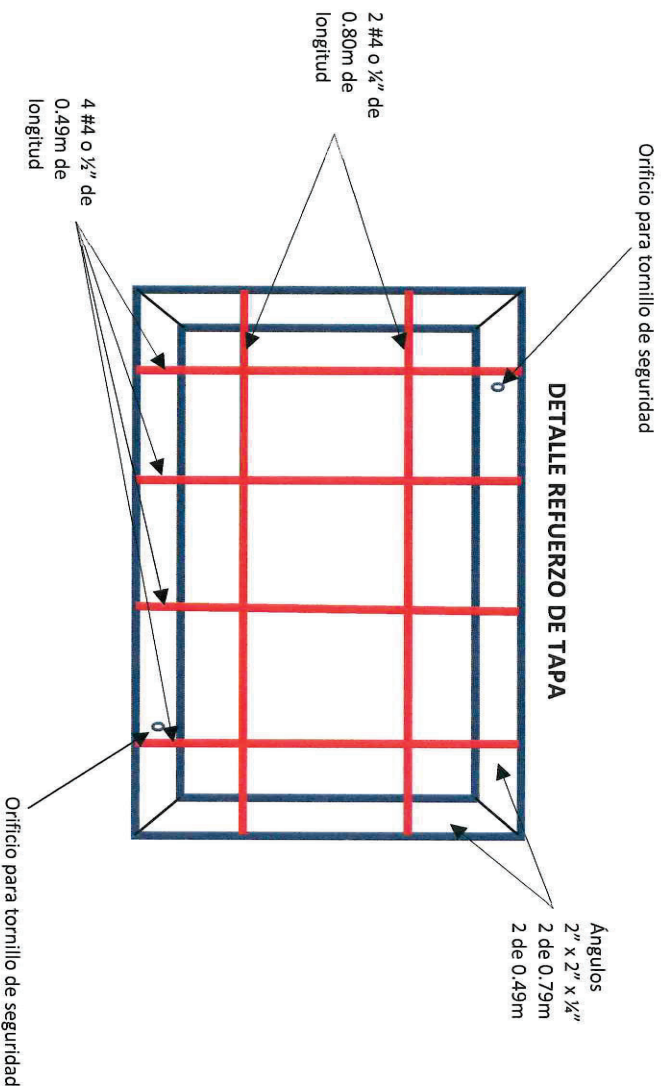
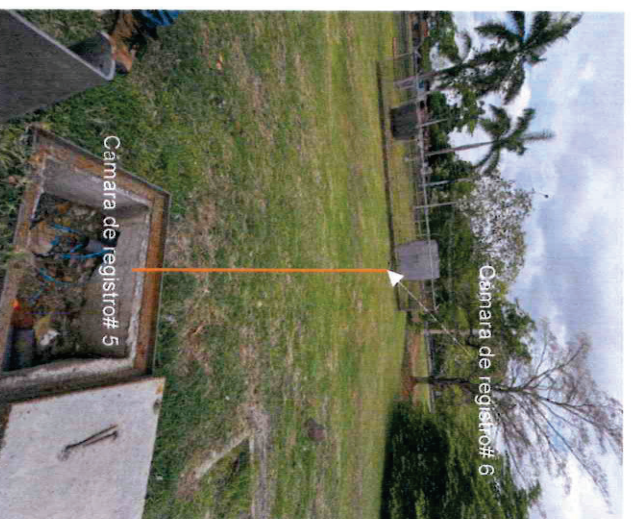

Imagen 15: Especificaciones para el detalle de refuerzo de tapa de registro#5.
Imagen 16. línea naranja con posible ruta desde cámara de registro5 hasta cámara de registro6.
Para el registro #5 fabricar tapa de concreto de 50 x 80cm con ángulo de acero de 2" X 2" x 1/4" , reforzado en concreto y acero con orificio para tornillo de seguridad según las especificaciones en la imagen15.
- Servicios de vigaducto8, a una distancia de 13 m que va desde la cámara de registro #5 hasta la cámara de registro#6 como se puede apreciar en la imagen16, con dos (2) ductos de 1 1/2" para cableado eléctrico y fibra óptica/ cable RJ45 con profundidad 50 cm y ancho de 30cm con capas de concreto de limpieza (el concreto pobre que sirve de cama para el concreto del vigaducto) de 5 cm, concreto de vigaducto de 25 cm de 1000 psi y Terreno natural compactado de 20 cm.
- Cámara de registro de concreto con tapa de 80x50 con Angulo de acero 2x2 de $\frac{1}{4}$ de espesor, con tornillos y 3 puntos de soldadura para seguridad con una caja de concreto de 35cm de profundidad reforzado en acero y concreto. Se adjunta imagen 15 e imagen 16 como muestra.